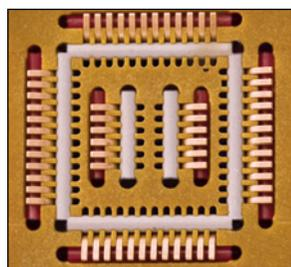

図 34: RTHのグラウンド(アース) (Gold-Plated (金メッキ))
- 3] “RTH” — ROL™ Contacts in Torlon Housing (トーロンハウジング) 4x4-12x12 パッケージ (図 34 参照)